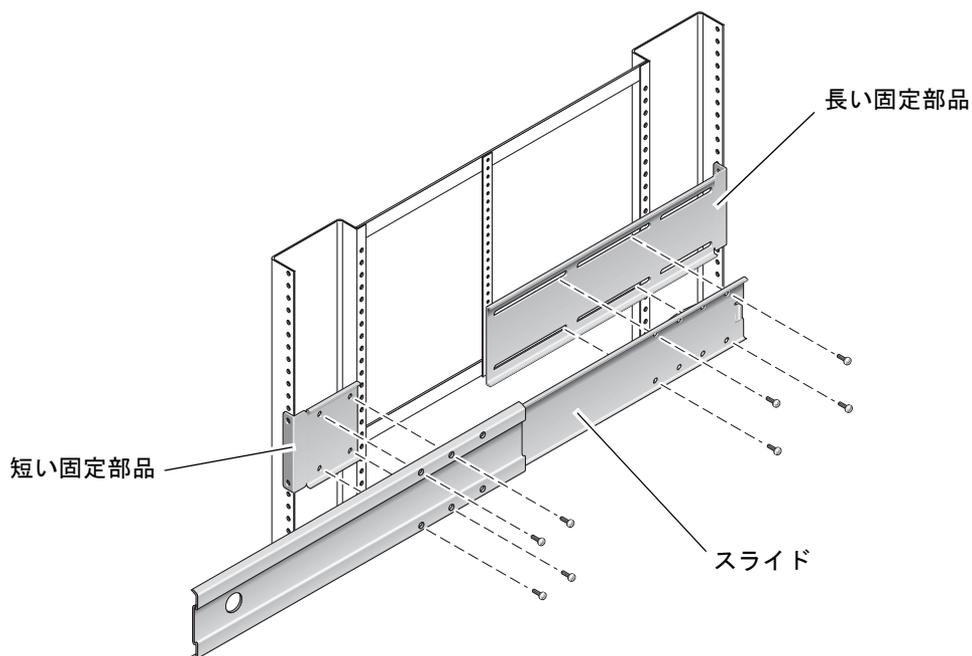

図 3-12 固定部品へのスライドの固定
10. M5 なべ頭ねじを短い固定部品に 4 本、長い固定部品に 4 本使用して、ラックの正面側の短い固定部品と背面側の長い固定部品にスライドを取り付けます (図 3-12)。